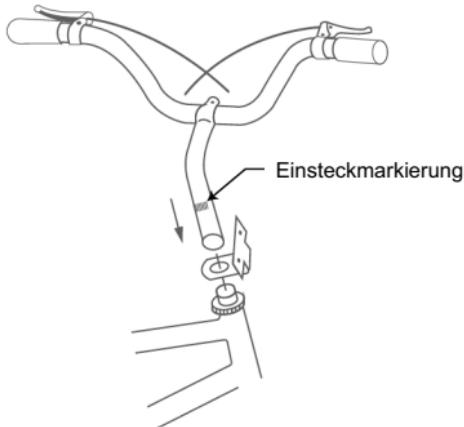

Abbildung 5
- II. Lenker installieren (Abbildung 5)